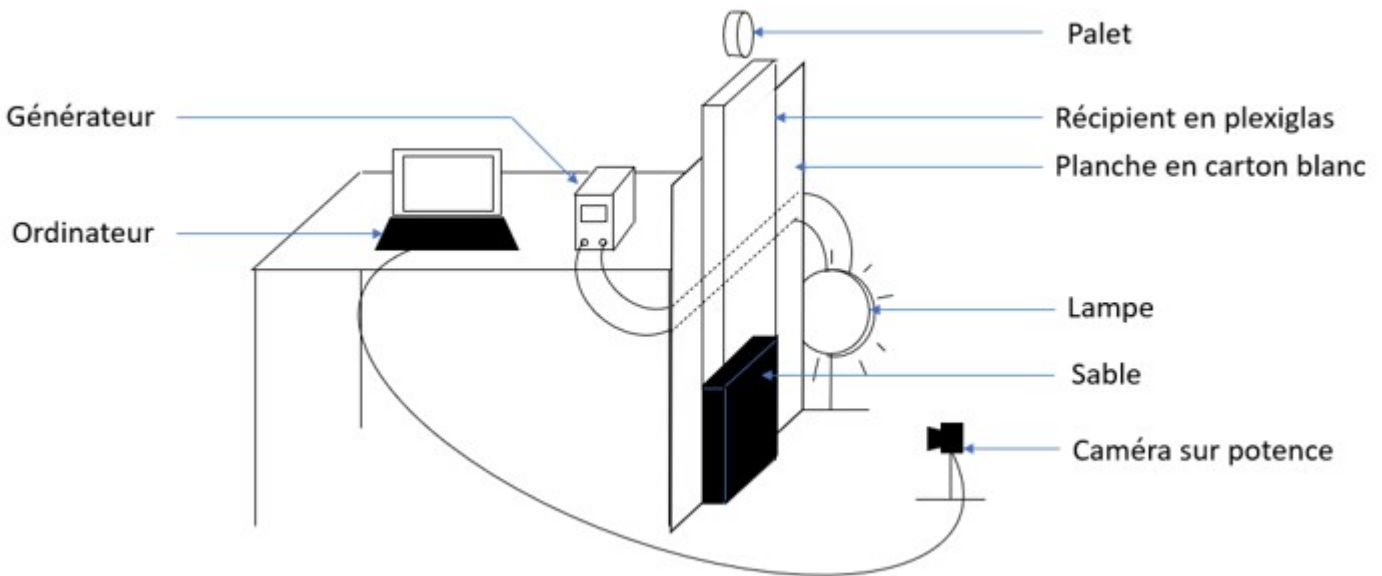

FIGURE 2 – Schéma du montage d'un impact Bi-directionnel
- Placer la caméra sur une potence en face du récipient (voir Figure 2)